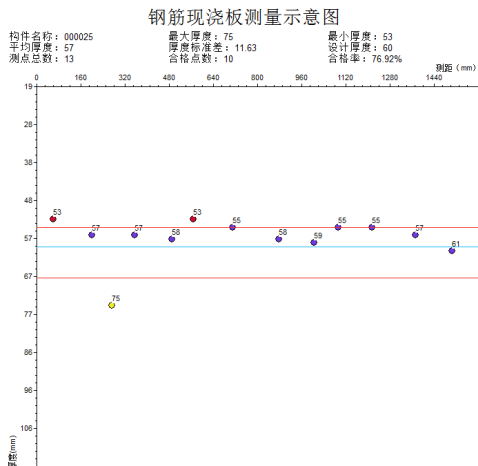

图4.13
(2) 剖面测试：当用户查看剖面测试构件时，会显示如图4.13所示的界面。其中Y坐标表示保护层的厚度，X坐标表示钢筋的具体位置，每个圆点都表示一根钢筋，蓝色的圆点表示在允许上下偏差范围之内，红色的圆点表示低于允许下偏差，黄色的圆点表示高于允许上偏差。